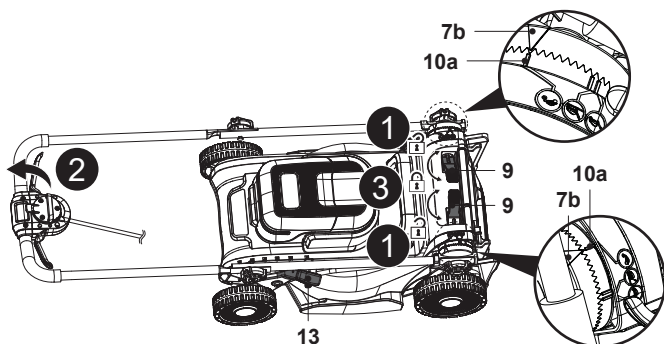

Fig. 21
- Scoate colectorul de iarbă (8) / accesoriul de mărunțire (24).
- Pune maneta pentru reglarea înălțimii de tăiere (13) în poziția cea mai joasă.
- Slăbește cele două manete de fixare (9), apoi pliază complet ansamblul mânerului (fig. 21, pașii 1 și 2).
- Fixează conexiunile blocând cele două manete de fixare (9) și asigură-te că triunghiul indicator (7b) este aliniat cu indicatorul de parcare (10a) pentru a evita extinderea (fig. 21, pasul 3).
- Depozitează mașina de tuns iarbă în poziție orizontală sau verticală (fig. 21).